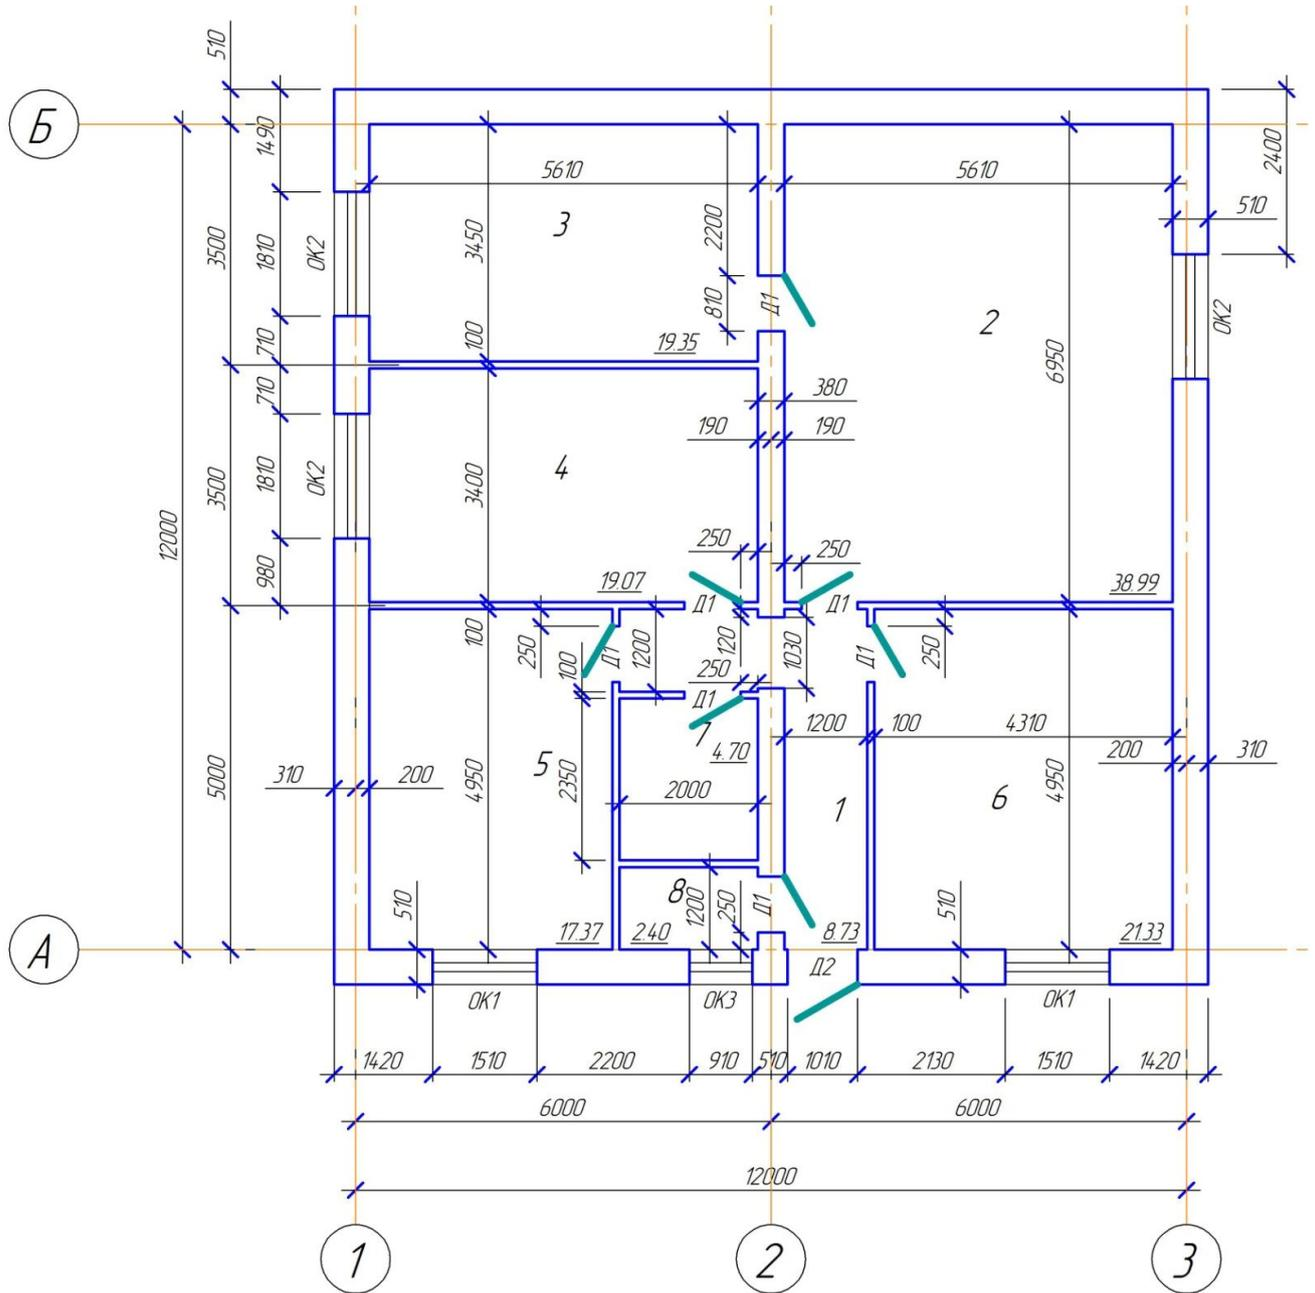

Рисунок 42
6. Проставить по центру помещений их номера (шрифтом 5) и составить экспликацию помещений (рис. 42). Площади помещений привести в свободной зоне, по возможности, в нижнем правом углу изображенного помещения в квадратных метрах без указания единиц измерения с точностью до двух знаков после запятой шрифтом 3,5 и подчеркнуть.